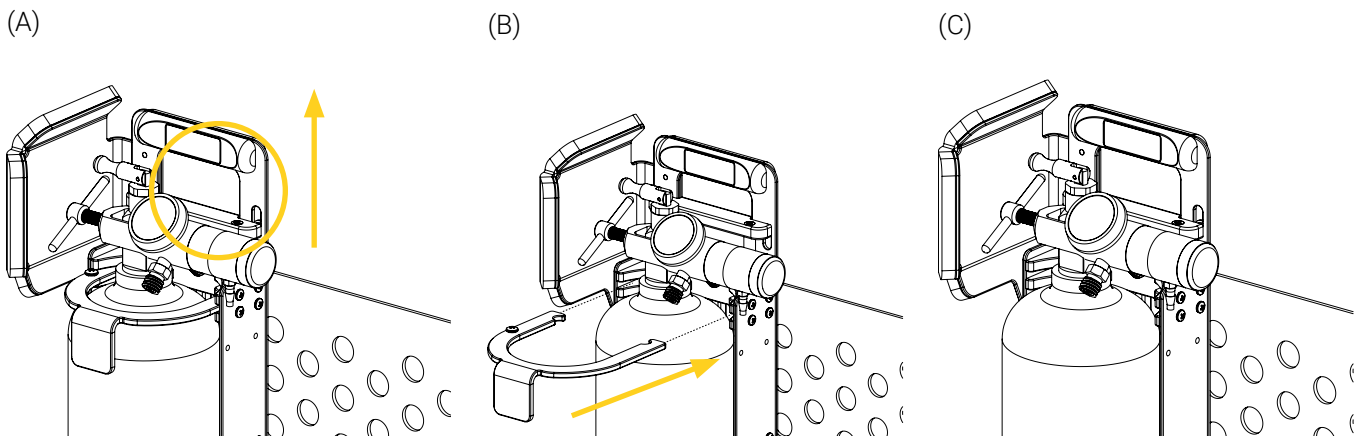

Figure 10: Retrait de l'attache en forme de U
3. Tirer et maintenir la poignée de tirage à déclenchement rapide pour désactiver le mécanisme de verrouillage (Figure 10 A), et retirer l'attache en forme de U (Figure 10 B), puis relâcher la poignée de tirage à déclenchement rapide (Figure 10 C).